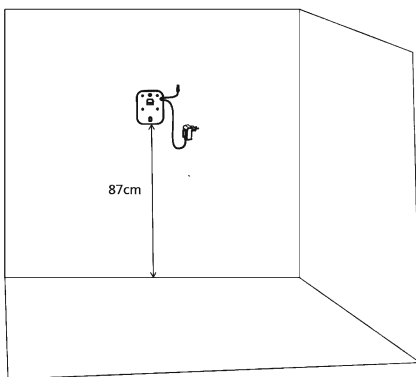
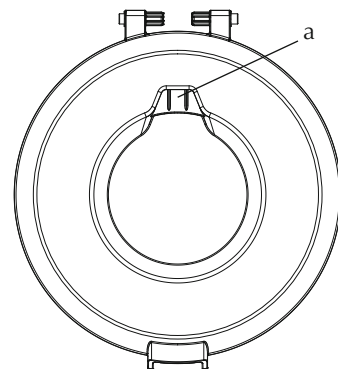

Abb. 3
Abb. 4
Für die Benutzung der Wandhalterung (10) einfach die Wandhalterung an die Wand platzieren und mit den beiliegenden Schrauben fixieren. Bewahren Sie das Gerät in der Wandhalterung auf. Der Haken (a) hierfür befindet sich an der Staubbehälterabdeckung (7)(siehe Abb. 4). Empfohlene Höhe: 87 cm (siehe Abb. 3).